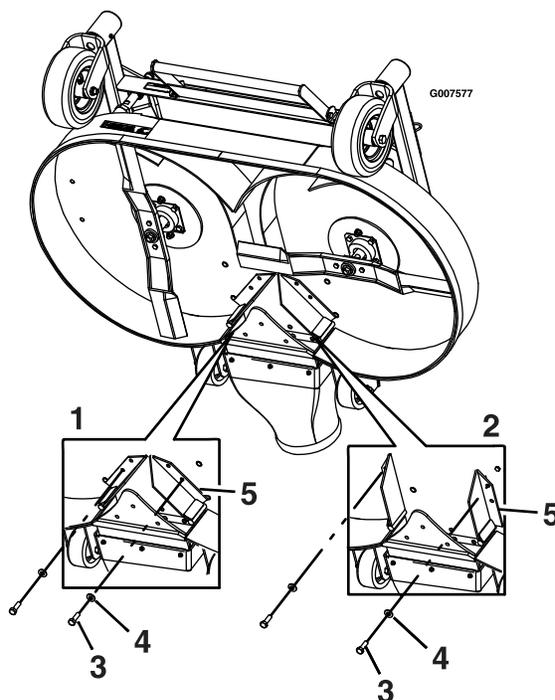

Figura 12
7. Rimuovete il bullone e la rondella nella parte anteriore di ciascun deflettore FRS (Figura 12).